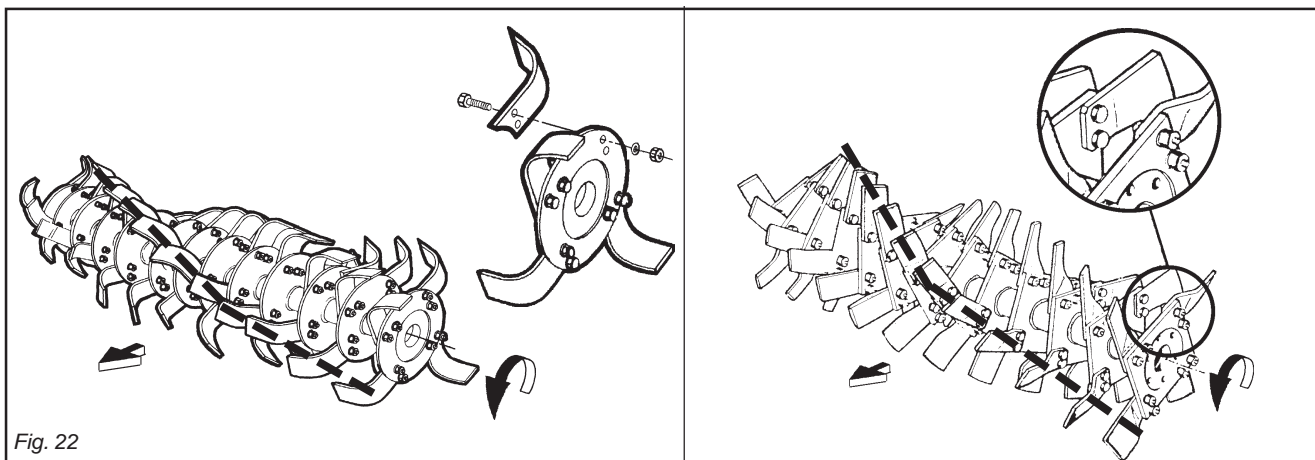

Fig. 22
Controllare giornalmente la loro usura o integrità. Qualora durante il lavoro dovessero per cause accidentali piegarsi (o rompersi) è necessario sostituirle immediatamente avendo l'accortezza di rimontare la nuova zappetta nella identica posizione di quella da sostituire (Fig. 22). Se fosse necessario sostituire più zappe, è consigliabile effettuare le operazioni di smontaggio e montaggio, sempre una zappetta alla volta, per evitare così errori di posizione.
**I bulloni che fissano le zappe devono avere la testa dalla parte delle zappe e il dado con relativa rondella dalla parte della flangia (Fig. 22).**
*Check the degree of wear and condition of the hoe blades each day. If the blades should accidentally bend (or break) during work, they must be immediately replaced. Remember to mount the new hoe blade in exactly the same position as the old one (Fig. 22).*
***The heads of the bolts fixing the hoe blades in place must be on the side of the hoe blades themselves, while the nut with relative washer must be on the flange side (Fig. 22).***
Sie sind täglich auf ihre Unversehrtheit und ihren Verschleiß-zustand zu prüfen. Sollten sie bei der Arbeit verbiegen oder zu Bruch gehen, müssen sie sofort ersetzt werden. Dabei ist zu beachten, daß man das neue Hackmesser an der gleichen Stelle montiert, an der sich das beschädigte befand (Abb. 22). Sollten gleich mehrere Hackmesser zu ersetzen sein, sollte man jeweils ein Hackmesser ein- und ausbauen, um eine falsche Einbauposition zu vermeiden. Die Maschine sind in der Regel mit 6 Hackmessern pro Flansch ausgerüstet. Wenn der Boden allerdings feucht ist und daher an den Werkzeugen kleben bleibt, kann man auch 4 Hackmesser pro Flansch montieren.
**Die Schrauben, mit denen man die Hackmesser befestigt, müssen den Kopf auf der Seite des Hackmessers und die Mutter mit der Unterlegscheibe auf der Flanschseite haben (Abb. 22). Die Werte des Abzugsmoments beachten, das in der Tabelle auf Seite 26 angegeben ist.**
*Contrôlez tous les jours leur usure et intégrité. Lorsqu'ils se plient (ou se cassent) pendant le travail il faut les remplacer aussitôt. Le nouveau couteau devra être monté exactement dans la position de celui à remplacer (Fig. 22).*
***Les boulons de fixation des couteaux doivent avoir la tête côté couteau et l'écrou avec la rondelle côté flasque (Fig. 22).***
Controlar todos los días su buen estado y eventual desgaste. Si durante el trabajo por eventuales accidentes se doblan o rompen es necesario sustituirlas inmediatamente prestando atención de montar la nueva azadilla en la idéntica posición de la precedente (Fig. 22).
**Los bulones que fijan las azadillas deben tener la cabeza de la parte de las azadillas y la tuerca con la relativa arandela de la parte de la brida (Fig. 22).**
Se si devono sostituire le zappe, fare attenzione che le nuove assumano la posizione di quelle smontate (Fig. 22).
*If the hoe blades must be changed, remember to set the new blades in the same positions as the demounted ones (Fig. 22).*
Wenn man die Hackmesser ersetzen muß, darauf achten, daß die neuen in der Position der ersetzen am Hackstern angebracht werden (Abb. 22).
*En cas de remplacement des couteaux, veillez surtout à ce que les nouveaux couteaux occupent les positions de ceux démontés (Fig. 22).*
Cuando sustituimos azadillas respetar la posición de las azadillas desmontadas (Fig. 22).